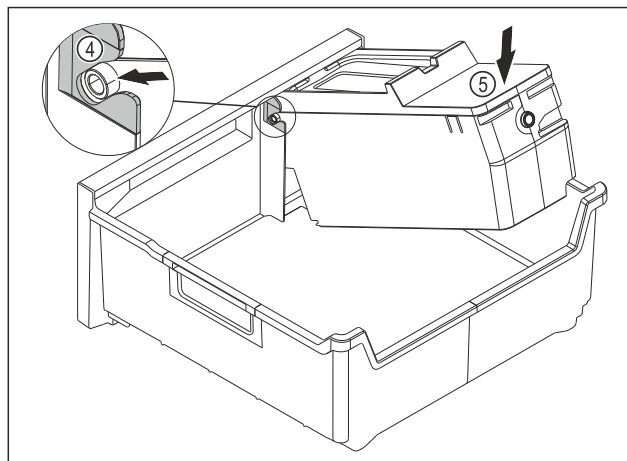

Fig. 135
- ▶ Montare il corpo dell'EasyTwist-Ice: Inserire gli assi del corpo dell'EasyTwist-Ice nelle guide Fig. 135 (4).
- ▶ Spingere il corpo dell'EasyTwist-Ice Fig. 135 (5) posteriore verso il basso.